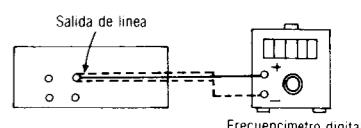

Fig. 3
- La conexión del equipo de prueba se muestra en la Fig. 3.